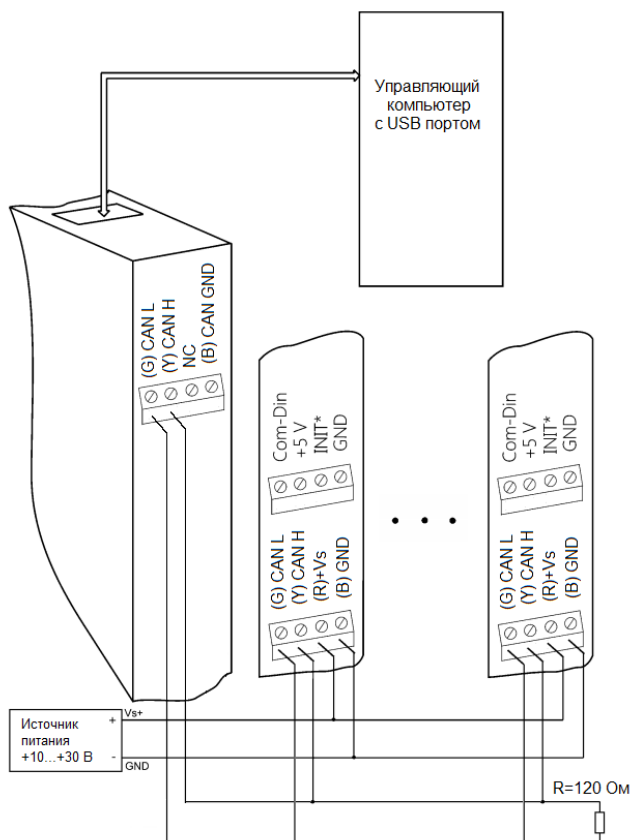

Рис. 4.8 Соединение нескольких модулей в сеть на основе интерфейса CAN
После подключения модуля (схема подключения представлена на рис. 4.8) необходимо установить скорость передачи сети CAN, к которой подключен модуль NLS-CAN-USB. Для смены скорости передачи сети CAN на другую необходимо отправить пакет установки скорости с новым значением. Для выполнения данной операции дополнительные действия не требуются.
- соедините сетевые клеммы (CAN_H, CAN_L) любого модуля с интерфейсом CAN с модулем NLS-CAN-USB (рис. 4.8) и подключите модуль NLS-CAN-USB к управляющему компьютеру (контроллеру) с помощью кабеля USB (type A - type B);